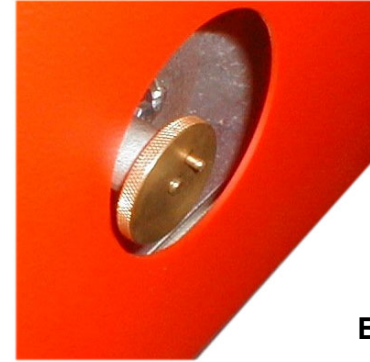

Bild 3
- 7.3 Die Seiltrommel wird mittels Schaltstift (Bild 2) vom Getriebe entkuppelt. Das Seil, 100m lang, wird ausgezogen und an dem im Boden verankerten Pflock befestigt. Spannen Sie das Seil über die mitgelieferte Handkurbel. Danach wird die Seiltrommel wieder mit dem Getriebe durch den Schaltstift (Bild 3) gekuppelt. **ACHTUNG! Bitte prüfen Sie ob das Seil lagengerecht auf der Seiltrommel liegt und nicht, durch zu schnelles Ausziehen, von der Seiltrommel abgesprungen ist.**